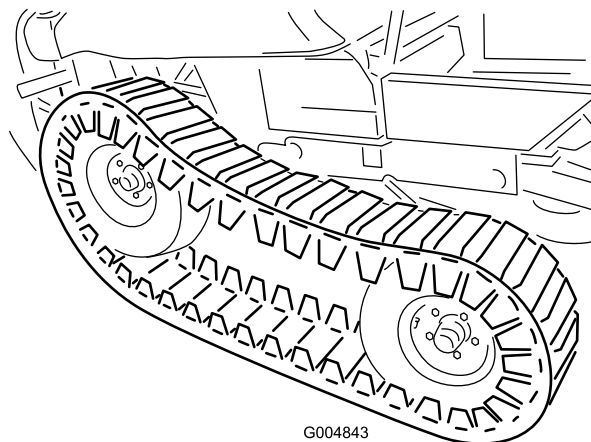

Figure 31
21. Ajustez le cric à une hauteur permettant de monter le pneu avant. Avec l'aide d'une autre personne, soulevez l'avant de la chenille afin de pouvoir monter les pneus avant (Figure 31).